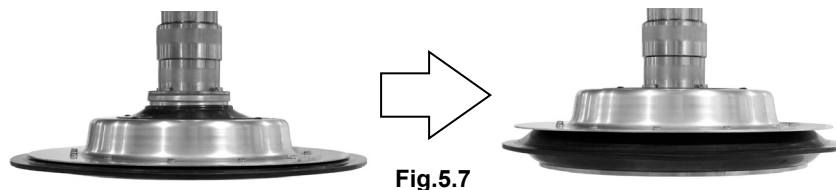

Fig.5.7
- 3) 「LIFT」スイッチをUPに切換えてください。(Fig.5.7)
- 5) 「INDUCTOR PLATE (インダクタープレート)」スイッチを SEAL OFF (縮小) に切換え、ワイパーシールの外径を縮めてください。(Fig.5.7)